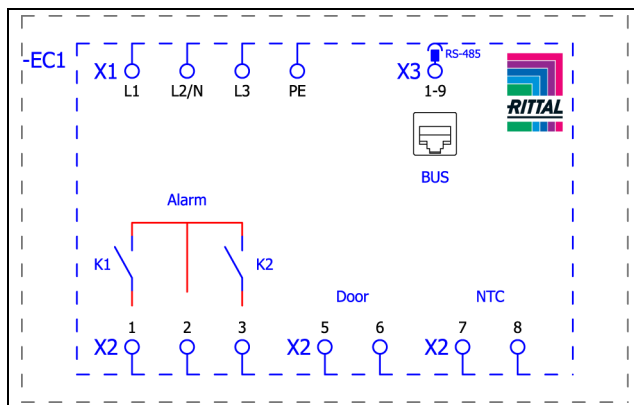
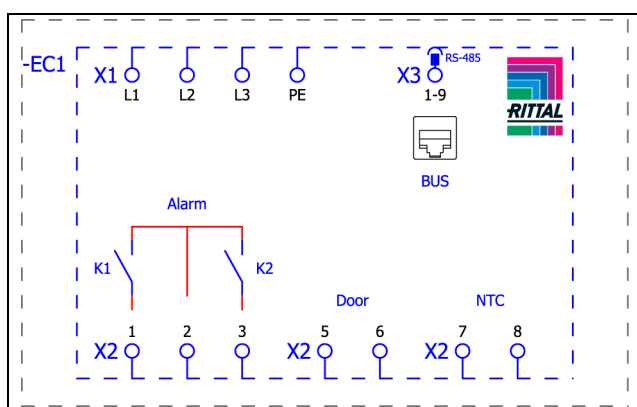

Рис. 16: Электрическая схема SK 3186930, SK 3187930 и SK 3185830
Рис. 17: Электрическая схема SK 3188940 и SK 318940
■ Возьмите из пакета с принадлежностями сетевой штекер и произведите подключение питания в соответствии с маркировкой (рис. 16 или рис. 17).